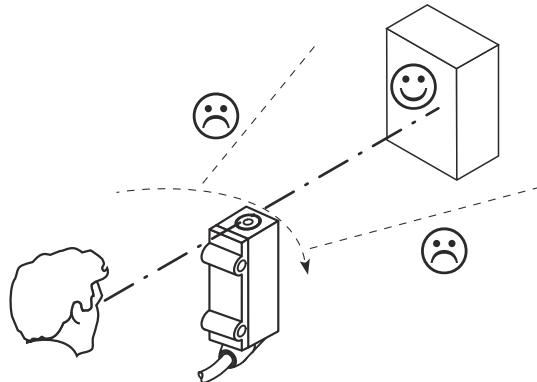

Рисунок 3: Юстировка датчика
- ① Белый объект, коэффициент диффузного отражения 90 %
- ② Объект с коэффициентом диффузного отражения 6 % ... 90 % (соответствует стандартному белому согласно DIN 5033)
3. Выберите такую позицию, чтобы инфракрасный луч передатчика (он не виден) попадал в центр объекта. Правильность юстировки датчика можно определить только по светодиодным индикаторам (объект распознан, желтый свет горит) или с помощью инфракрасной карты-преобразователя (смотри ассортимент принадлежностей SICK). см. рисунок 3, страница 146